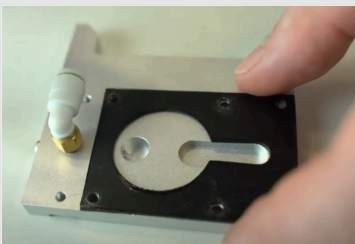

Abbildung 1
- Verwenden Sie außerdem das schwarze Gummistück, um die Kammer abzudichten (Abb. 1).